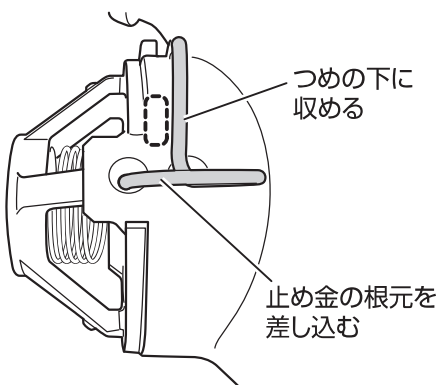

図 53 止め金の根元の差し込み
3. 止め金の根元を反対側の止め金の差し込む穴に差し込んでください。(図 53 参照)